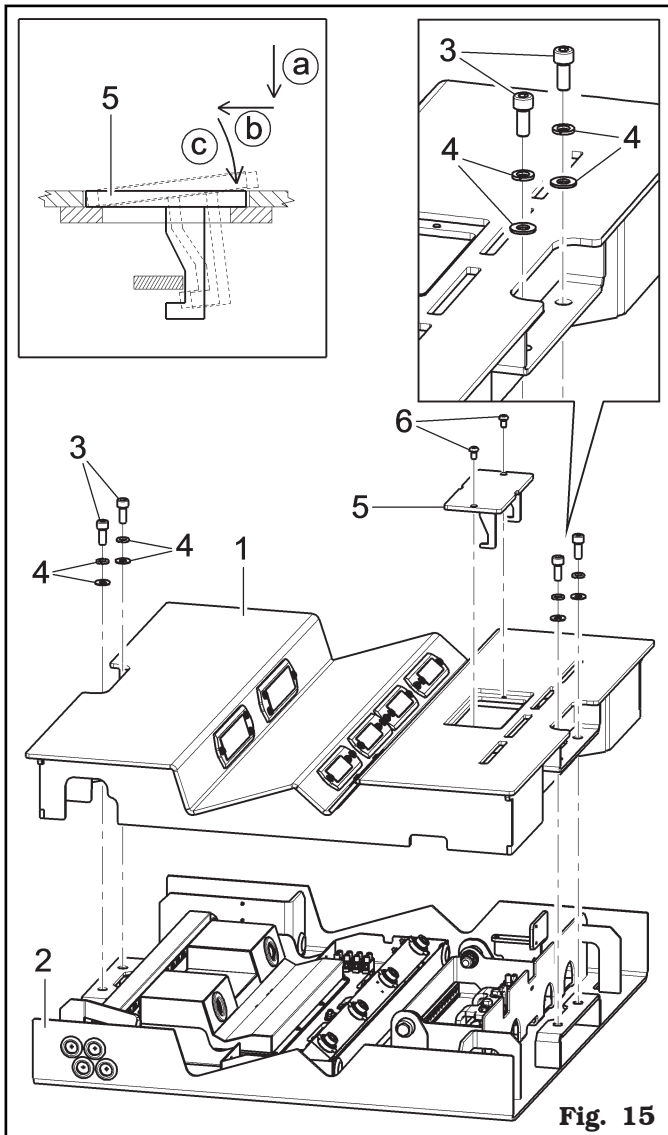

Fig. 15
1. Colocar la cobertura (**Fig. 15 ref. 1**) en la base (**Fig. 15 ref. 2**).
2. Fijar la cobertura (**Fig. 15 ref. 1**) con los tornillos (**Fig. 15 ref. 3**) y las arandelas (**Fig. 15 ref. 4**), entregados en dotación.
3. Conectar el tubo neumático (**ref. 1** de la "Tabla D" de los "Esquemas funcionales", véase Cap. 23) y el cable alargador (**ref. 2** de la Tabla D de los "Esquemas funcionales", véase Cap. 23) a la cobertura (**Fig. 15 ref. 1**).
4. Montar la tapa (**Fig. 15 ref. 5**), como indicado en la lupa (fase a, b, c), y fijarla a la cobertura utilizando los tornillos (**Fig. 15 ref. 6**), entregados en dotación.